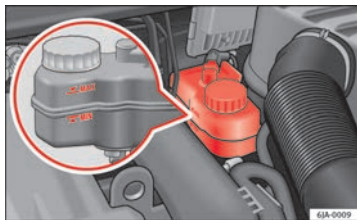

Abb. 127 Motorraum:
- Prüfen Sie den Bremsflüssigkeitsstand am Behälter ⇒ Abb. 127. Der Stand muss zwischen den Markierungen „MIN“ und „MAX“ liegen.